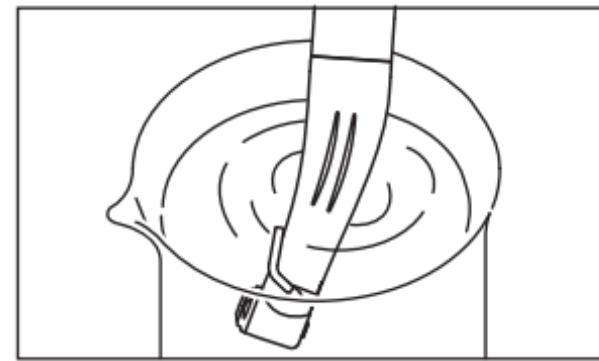

Fig. 6
- 2) Llene un recipiente con agua por la mitad. Sumerja 20 mm del cabezal de la pieza de mano en el agua y luego conecte la pieza de mano durante aproximadamente 15 segundos. (Fig. 6)